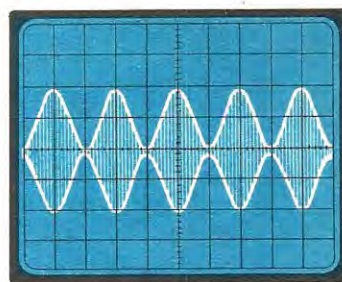

**Fig. 3** Controllando all'oscilloscopio un segnale di BF, ad esempio a 400 o 1.000 Hz sullo schermo si vedranno tante sinusoidi come riportate in questa figura.
**Fig. 5** Modulando il segnale di AF di Fig. 4 con il segnale di BF di Fig. 3 se ne ricaverà il segnale visibile in figura. Note il segnale BF riportato sia nel lato superiore che in quello inferiore.
sullo schermo apparirà un segnale identico a quello riportato in fig. 3, mentre visualizzando sempre con un oscilloscopio un segnale AF a 27 MHz non modulato, questo apparirà come quello di fig. 4.
**Fig. 6** In ricezione, il segnale AF modulato (vedi a sinistra) verrà rivelato da un diodo al germanio che ne eliminerà la semionda negativa (vedi segnale centrale) un condensatore di bassa capacità posto dopo il diodo, eliminerà dal segnale rivelato la portante AF e ne rimarrà così il solo segnale di BF visto in fig. 3.